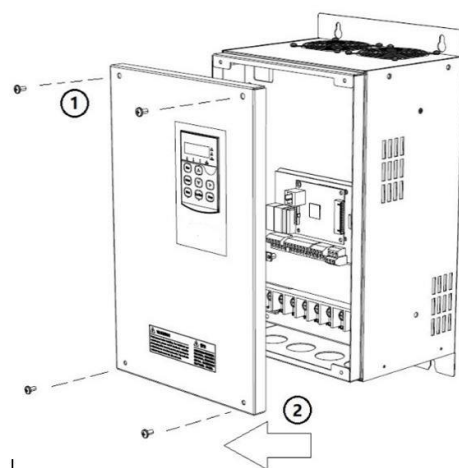

Рис. 3-8 Снятие передней панели
- ① Открутите 4 болта. См. главу 3 «3.3.1 Разборка и сборка манипулятора».
- ② Откройте переднюю панель. См. главу 3 «3.3.2 Открытие и закрытие распределительной коробки».
- ③ У частотных преобразователей А4-А8 необходимо сначала снять нижнюю панель, а затем переднюю. Операция снятия передней панели показана на рис. 3-8: